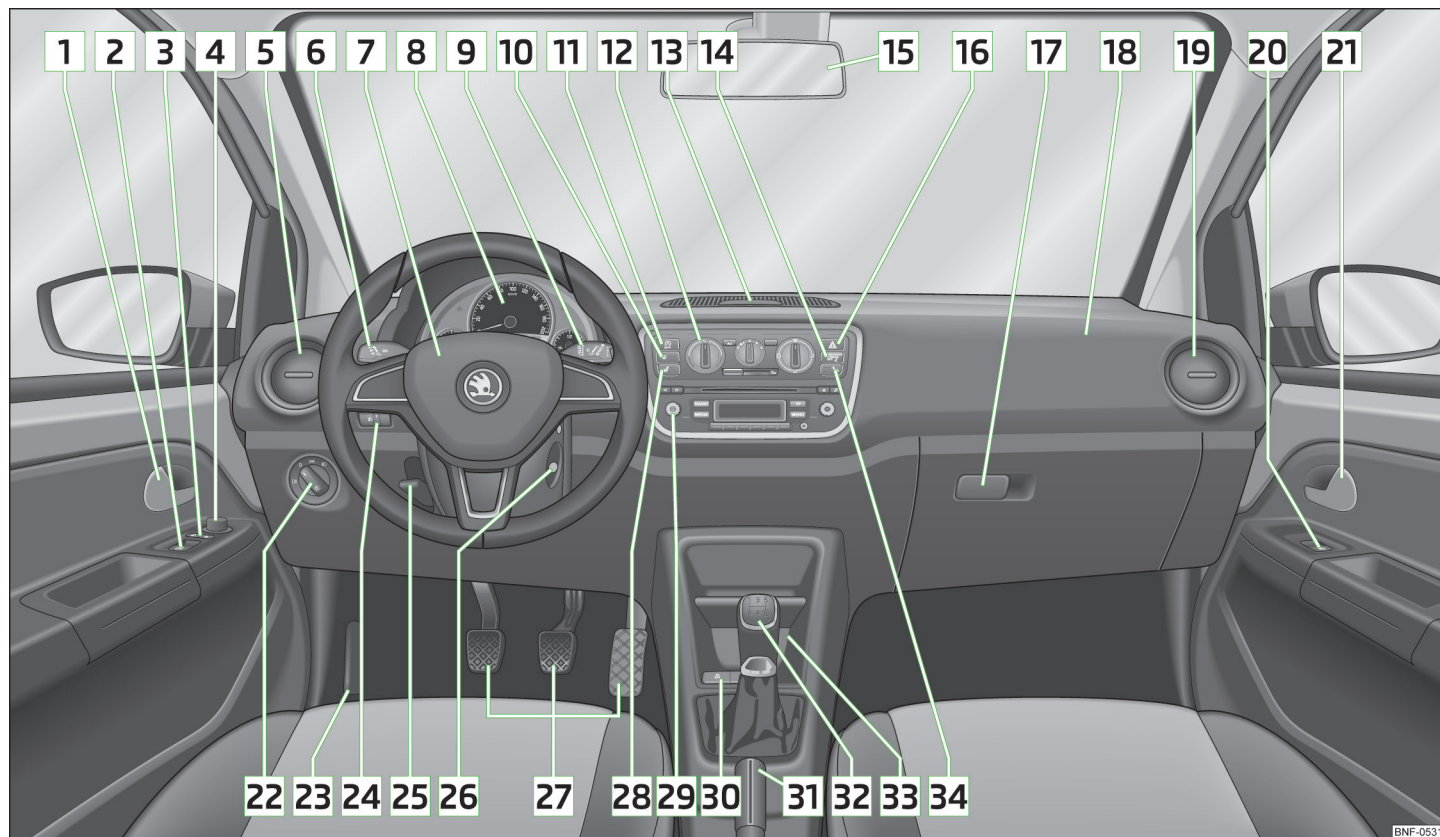

Fig.1 Cockpit
- I højrestyrede biler afviger placeringen af betjeningssementerne delvis fra den placering, som er vist på » Fig. 1. Symbolerne er dog de samme for de enkelte betjeningssementer.